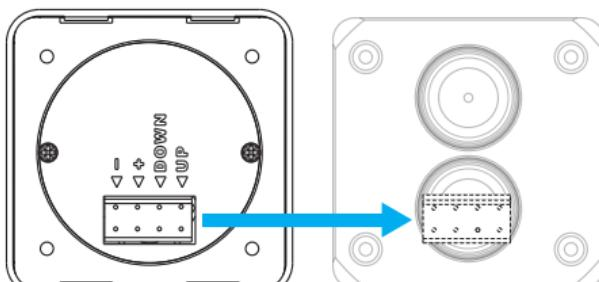

Fig.3
- Pour un positionnement correct, assurez-vous que le connecteur du bornier se trouve sur le côté inférieur derrière le panneau tactile du Lofrans (voir Fig.3)